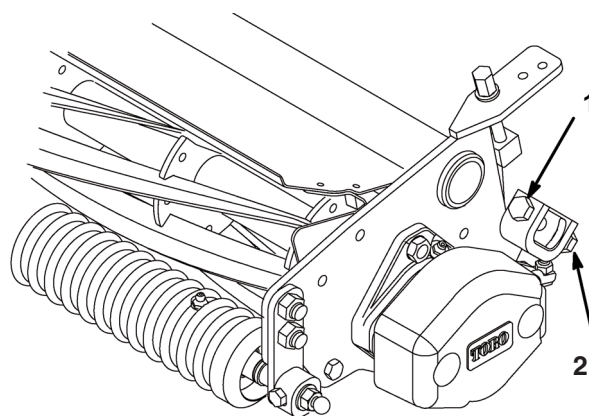

Fig. 2
2. Flyt bundkniven tættere på cylinderens knive ved at llse den nederste justeringsskrue (fig. 2) på hver side af klippeenheden, og stram derefter den lverste justeringsskrue (fig. 2) på hver side af klippeenheden.